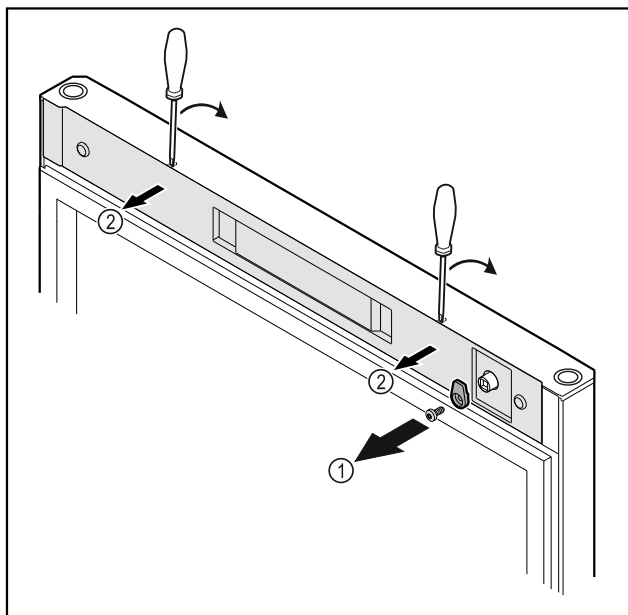

Fig. 20
- 拧下锁钩 Fig. 20 (1)。
- 使用小型螺丝刀松开并取下盖板 Fig. 20 (2)。